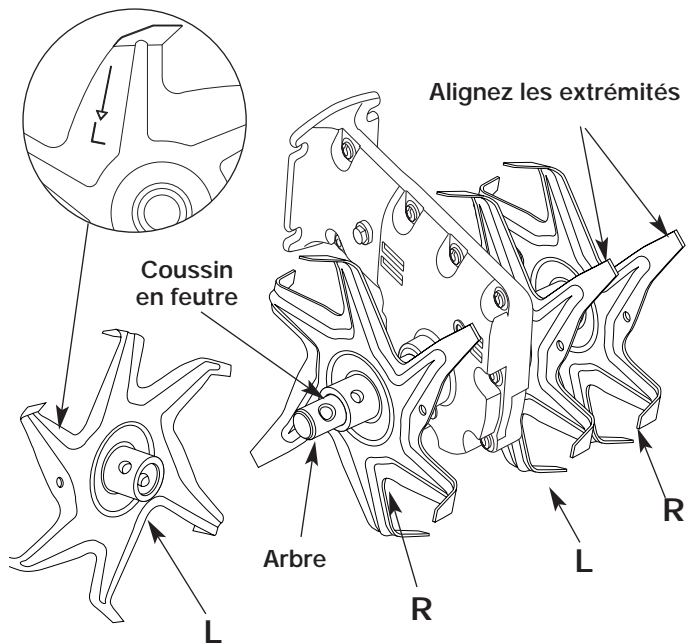

Fig. 12
7. Assurez-vous que les extrémités des dents sont alignées dans le même sens avant de replacer les axes à épaulement et leurs fixations (Fig. 12).